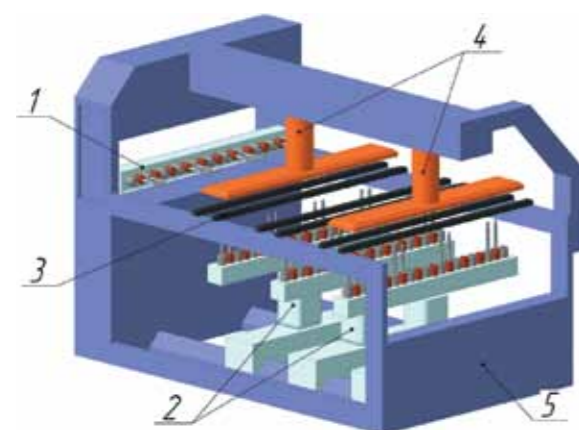

Рис. 5. Сверлильно-присадочный станок с различными многошпиндельными головками (упрощенная схема).
Следующая модификация – это сверлильно-присадочные станки с несколькими многошпиндельными головками. Они имеют оптимальный набор исполнительных устройств. Наиболее типичная компоновка такого оборудования представлена на рис. 5. Для обработки кромки используется одна горизонтальная головка (поз. 1, рис. 5), а для сверления отверстий в пласти 2–3 вертикальные (поз. 2, рис. 5). Все они, вместе с механизмами подачи и позиционирования, размещаются в специальной станине (поз. 5, рис. 5). Станина оснащена опорными планками (поз. 3, рис. 5) с позиционными упорами, которые служат для определенной ориентации детали относительно групп инструментов. Плита устанавливается на планки (поз. 3, рис. 5) по упорам и надежно фиксируется пневматическими прижимами (поз. 4, рис. 5). Затем все многошпиндельные головки одновременно совершают рабочий цикл, подавая вращающийся инструмент (поз. 2, рис. 6) к детали (поз. 1, рис. 6).
3. Вертикальные многошпиндельные головки (поз. 2, рис. 5), помимо описанных движений, могут поворачиваться относительно оси главного привода. Это расширяет диапазон применимости станков с такими головками: линии, на которых располагаются отверстия, могут быть не только параллельными, но и под углом в плане.
4. Опорные планки (поз. 3, рис. 5) могут оснащаться механизмом загрузки-выгрузки заготовок, что исключает ручную установку детали
Для сверления деталей в серийном мебельном производстве используют группы различных сверлильно-присадочных станков. Наравне с оборудованием, оснащенным несколькими многошпиндельными головками (рис. 5), могут применяться универсальные, с одной головкой. Дело в том, что на практике часто бывает целесообразно организовать несколько сверлильных участков, чтобы сократить объем перемещаемых полуфабрикатов в пределах деревообрабатывающего цеха. Кроме того, около каждого сверлильно-присадочного станка организуется зона накопления заготовок и деталей, прошедших обработку. В массовом производстве перегрузка таких зон за счет поступлений с нескольких участков опасна заторами, что требует соответствующего перераспределения деталей по нескольким зонам. Наличие нескольких сверлильно-присадочных станков также выгодно тем, что в случае поломки или длительной настройки одного другой может принять технологический поток на себя и тем самым исключить простой производства. Комплектация производства сверлильно-присадочными станками зависит также от уровня